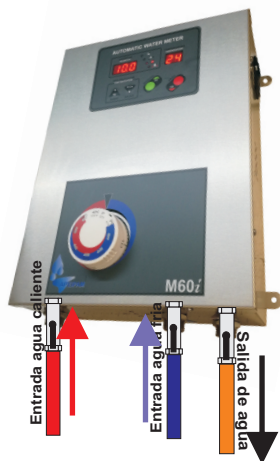

Figura 2.
- ♦ Al realizar la conexión de agua debe tenerse en cuenta el sentido del paso del agua, indicado en el dosificador. Figura 2.
SE RECOMIENDA LA INSTALACIÓN DE LLAVES DE PASO COMO SE INDICA EN LA FIGURA 2. PARA FACILITAR LA EXTRACCIÓN DEL DOSIFICADOR, EN CASO NECESARIO.